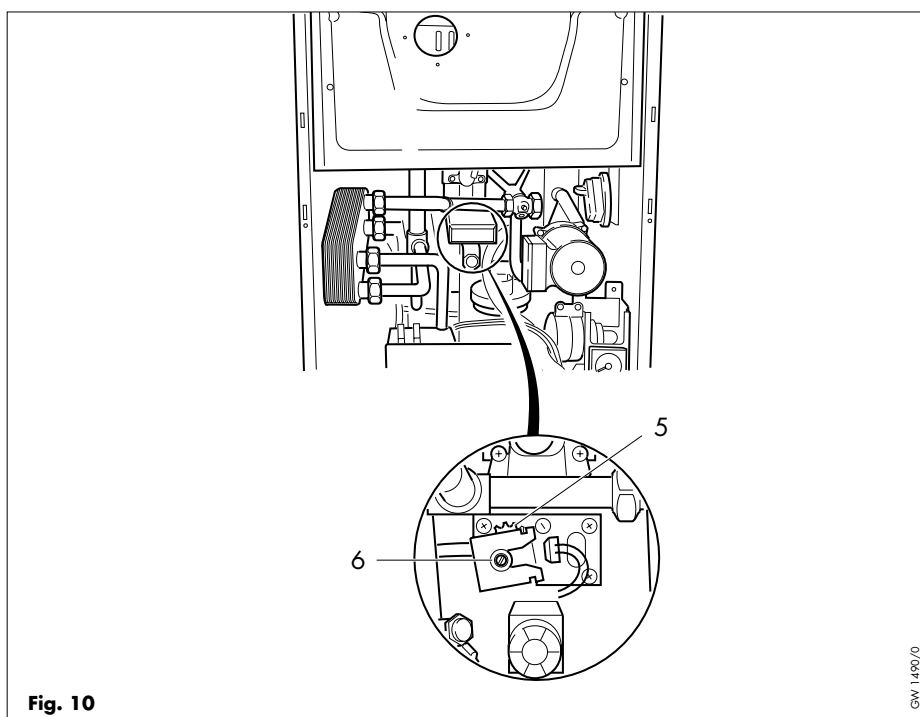

Fig. 10
- Trek de zwarte kartelschijf (5, fig 10) iets naar voren en draai net zolang tot de U-buismanometer 8,8 hPa (mbar) aangeeft.
- Stel met de instelschroef op de modulatiemagneet (5, fig 10) de ontsteekgashoeveelheid in op 2,3 hPa (mbar).